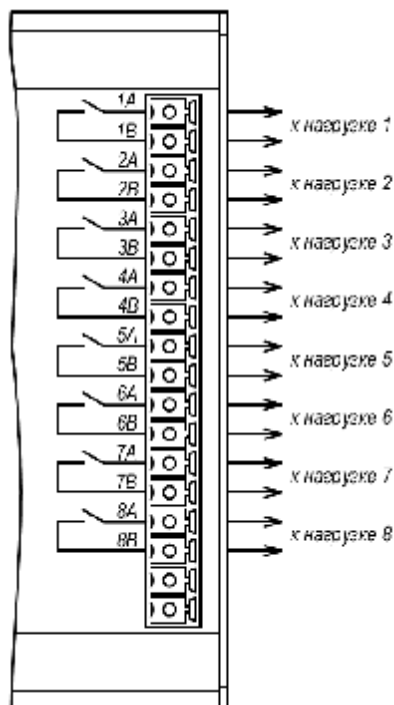

Рисунок 1.3 – Контактные группы модуля S-100-RO8
1.4.1.2 Восемь релейных выходов модуля выполнены в виде нормально разомкнутых контактов электромагнитных реле, см. рисунок 1.3.
1.4.6.1 На лицевой панели модуля находится светодиодная линейка, индицирующая состояние модуля (см. рисунок 1.3):